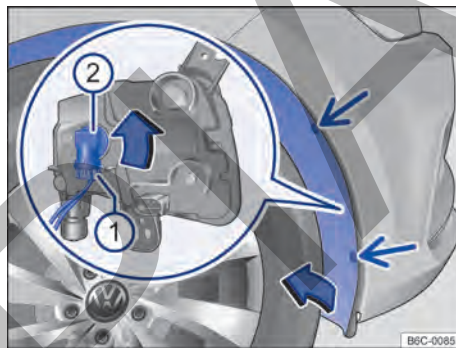

Fig. 126 En la caja de la rueda delantera: acceso a la bombilla del farol de neblina.
- ① Observar la lista de control y ejecutar las acciones → pág. 159.
- ② Retirar los tornillos de fijación del guardabarros → **fig. 126** (flechas) con la ayuda de un destornillador.
- ③ Tomar el guardabarros de los bordes entre los agujeros de los tornillos de fijación sueltos y presionar un poco hacia el lado interior del vehículo, para poder soltar el clip de adentro.
- ④ Rebatir con cuidado el guardabarros hacia el costado.
- ⑤ Desenganchar el conector de alimentación de la lámpara → **fig. 126** ①, presionar al mismo tiempo, la traba de fijación del conector. ▶
- ⑥ Girar el portalámparas → fig. 126 ②, en sentido antihorario hasta el tope y desenchajarlo del alojamiento.
- ⑦ La lámpara del farol de neblina está fijada en el portalámparas, debiendo cambiarse el conjunto de lámpara y portalámparas.
- ⑧ Cambiar la bombilla quemada por una bombilla nueva del mismo modelo.
- ⑨ Presionar el portalámparas en el farol y girarlo en sentido horario hasta el tope.
- ⑩ Asegúrese de que el portalámparas esté correctamente fijado al farol.
- ⑪ Encajar el conector de alimentación ① en el portalámparas, el conector debe encajarse audiblemente.
- ⑫ Rebatir nuevamente el revestimiento de la caja de la rueda, de modo que el clip de adentro encaje.
- ⑬ Volver a colocar los tornillos de fijación → fig. 126 (flechas) y ajustarlos.